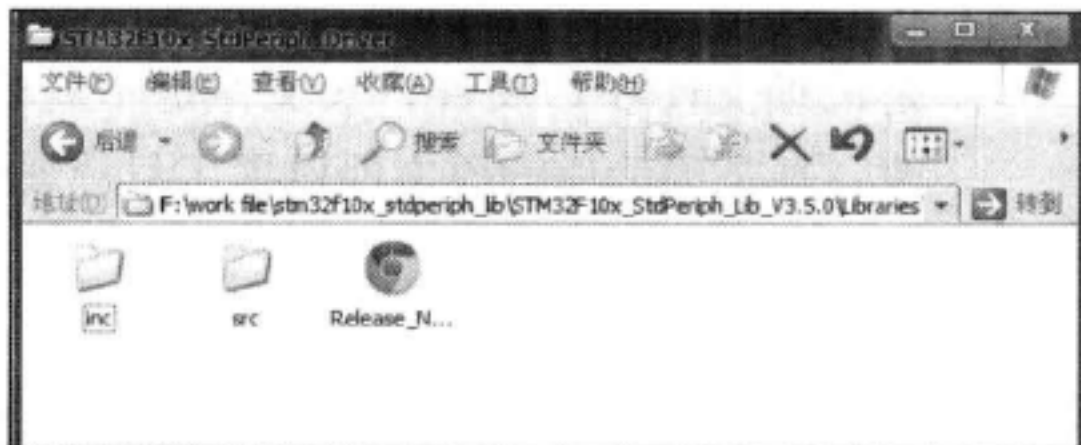

图 3-13 复制固件库
7) 把库 \Libraries\STM32F10x_StdPeriph_Driver 文件夹下的 inc 跟 src 这两个文件夹复制到 FWlib 文件夹中, 见图 3-13。